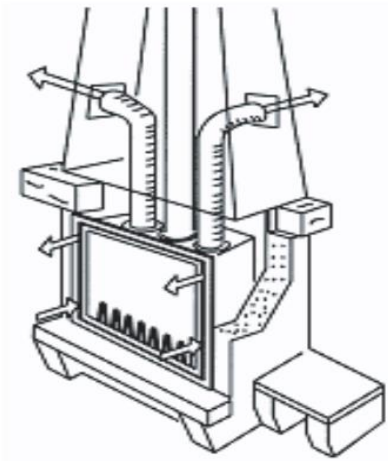

Fig. 5
**Caso 2 - Uscita di aria calda unicamente nei tubi flessibili (Fig. 5):**